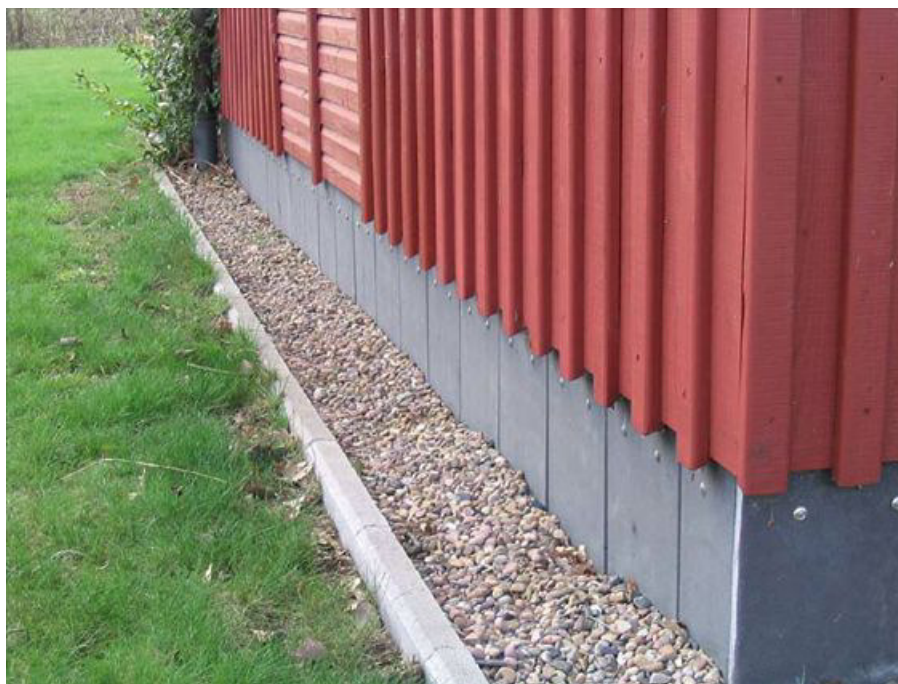

Bild 9: Vertikalschalung mit ausreichender Sockelhöhe ≥ 30 cm. Der Sockel ist mit feuchteunempfindlichen Dachsteinen bekleidet.
- Vertikalschalung mit ausreichender Sockelhöhe ≥ 30 cm (Bild 9).